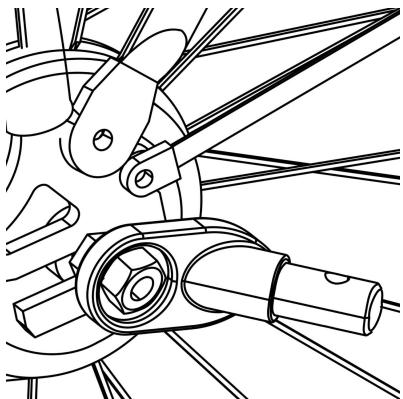

Figura 13 _
2. Asse con dadi: svitare il dado con rondella dal lato sinistro dell'asse posteriore della bicicletta. Installare il gancio sull'asse e riavvitare il dado con la rondella (Figura 13).